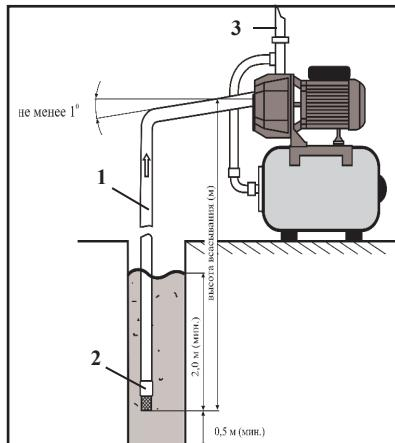

рис. 2
**6.2.1** Установите станцию на ровной, твёрдой поверхности. Всасывающую трубу/шланг 1 (рис.2) подсоедините к входному отверстию, расположите под углом к входному отверстию, погрузите всасывающую трубу/шланг в воду на глубину не менее 2м (расстояние до дна должно быть не менее 0,5м).
**Внимание!** Для оптимального функционирования насоса станции рекомендуется всасывающую трубу/шланг оснащать обратным клапаном 2 (рис.2) (в комплект поставки не входит).
6.7 Присоедините напорный шланг/трубу 3 (рис.2,3) к выходному отверстию в корпусе насоса.